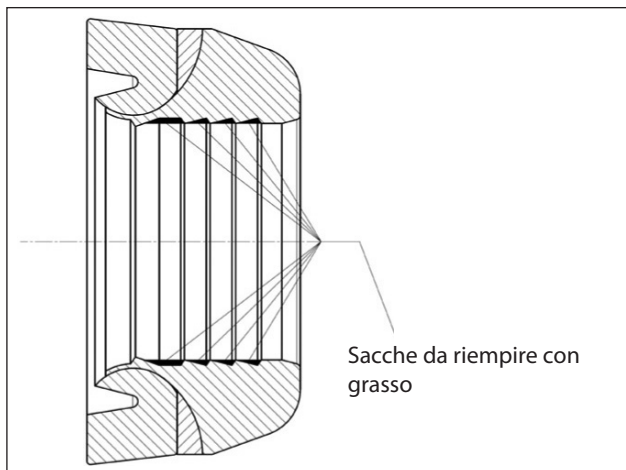
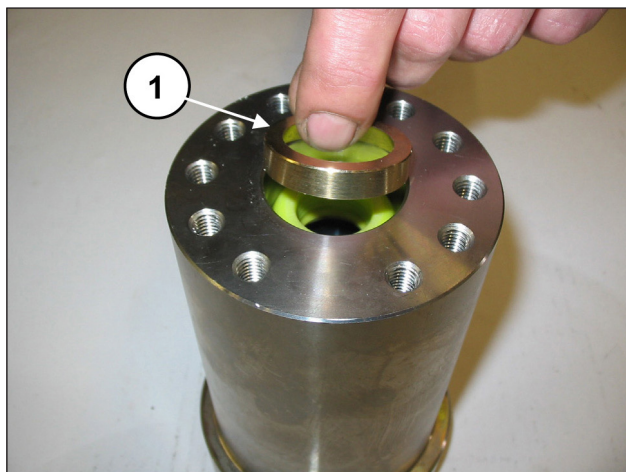
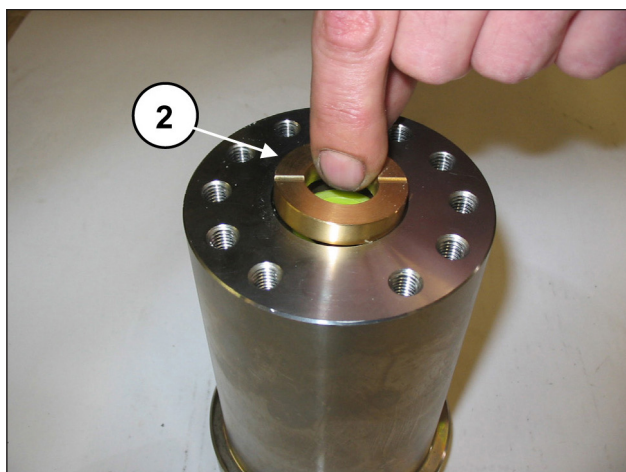
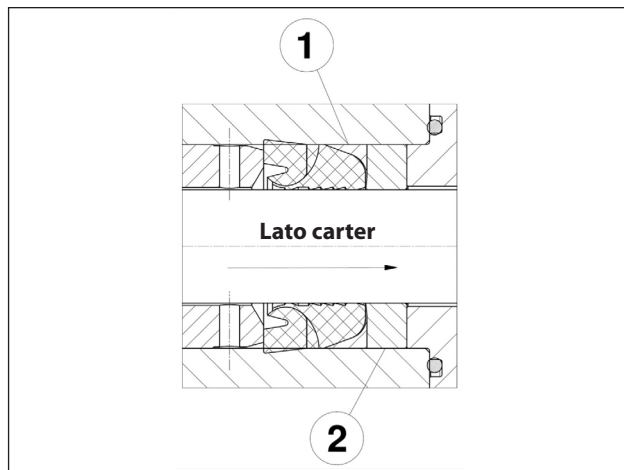

Fig. 121
Fig. 122
Fig. 123
Fig. 124
**La tenuta H.P. deve essere introdotta nella camicia come indicato in Fig. 121 e Fig. 122.**
**Sul diametro interno il grasso deve essere applicato prestando particolare cura al riempimento di tutte le sacche comprese tra i labbri di tenuta come indicato in Fig. 122.**
Introdurre l'anello antiestrusione e la bussola guarnizioni (pos. ① e ②, Fig. 122, Fig. 123 e Fig. 124).
**La bussola guarnizioni ② deve essere introdotta nella camicia con i due scarichi rivolti verso l'esterno (lato carter) come indicato in Fig. 123.**